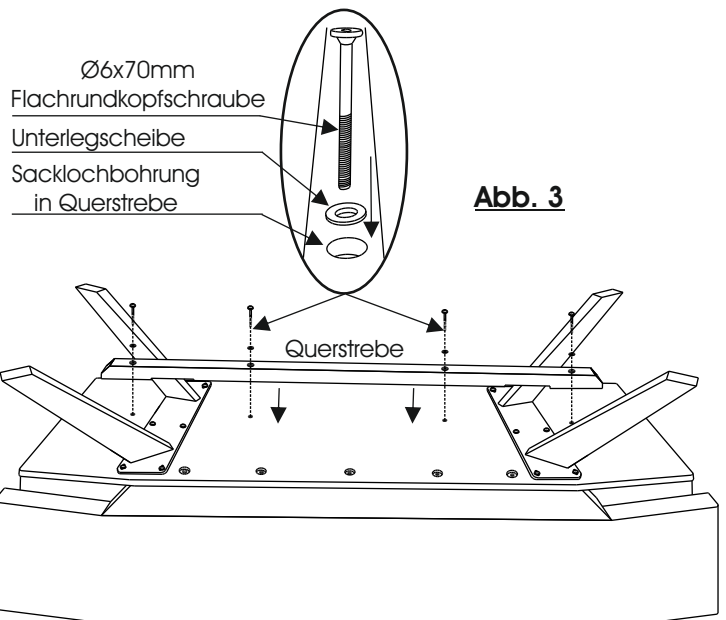

Abb. 3
5. Zur Verstärkung der Bank wird nun eine Querstrebe verschraubt. Positionieren Sie die Strebe entsprechend Abbildung 3 und verschrauben Sie diese mit vier Ø6x70mm Flachrundkopfschraube sowie je einer Unterlegscheibe.